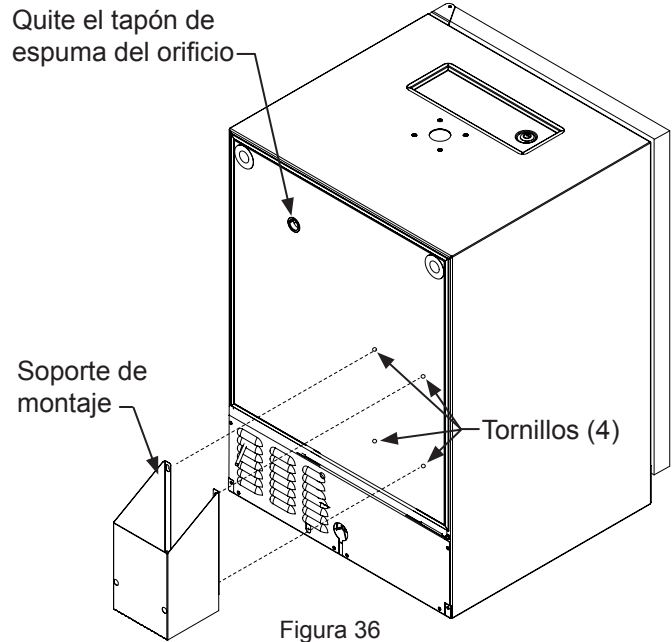

Figura 36
Monte los (4) tornillos (tornillos mecánicos de cabeza plana, #10-32 x 3/4"), suministrados con el soporte, en la parte posterior del artefacto. Vea la Figura 36. No los apriete por completo. Coloque las ranuras tipo bocallave de las pestañas del soporte sobre los cuatro tornillos, y apriételos para sujetar el soporte a la parte posterior del gabinete. El soporte puede también sujetarse al gabinete adyacente mediante los tornillos para madera #10 x 3/4" provistos.
Quite el tapón de espuma del orificio, como se muestra en la Figura 36, y pase la línea roja de CO2 a través de la pared posterior y hacia afuera de la cubierta del serpentín, en el interior del gabinete. Conecte la línea roja de CO2 al acoplador del barril.